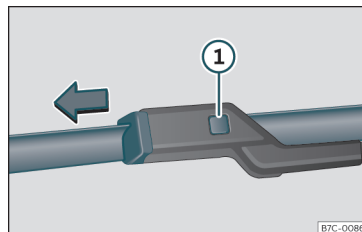

Fig. 45 Sostituzione delle spazzole dei tergicristalli.
- Mantenere premuto il tasto di sblocco »» **fig. 45** ❶ tirando leggermente la spazzola nel senso della freccia.